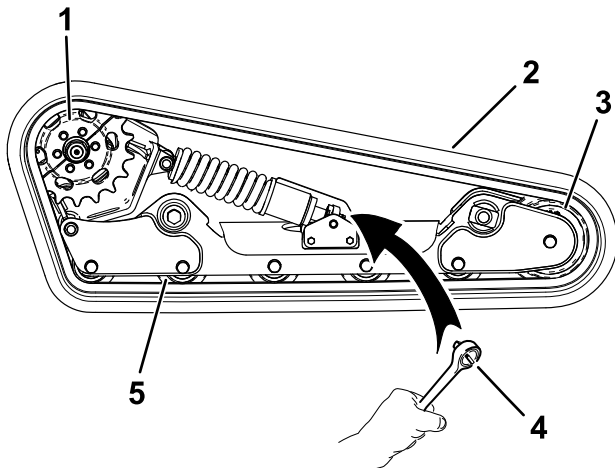

Figure 61
8. À l'aide d'une clé à cliquet de ½ pouce, tournez la vis de tension dans le sens horaire pour détendre la transmission (Figure 57 et Figure 61).
9. Retirez les 3 boulons qui fixent la moitié de pignon qui n'est pas engagée sur la chenille (Figure 61).
14. Enroulez la chenille neuve sur la roue avant (Figure 61).
15. Poussez la chenille sous et entre les galets de roulement, puis enroulez-la autour du cadre (Figure 61).